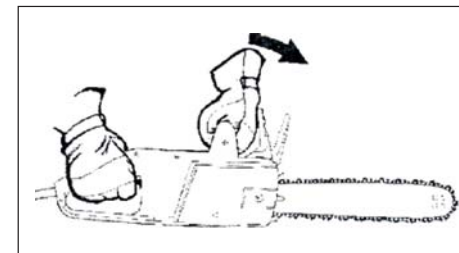

рис. 11
- тормоз цепи проверяйте перед каждым применением пилы. Для этого включите пилу и левой рукой, не отпуская переднюю ручку пилы сдвиньте рукоятку тормоза цепи вперёд (рис. 11). Цепь при этом должна остановиться.